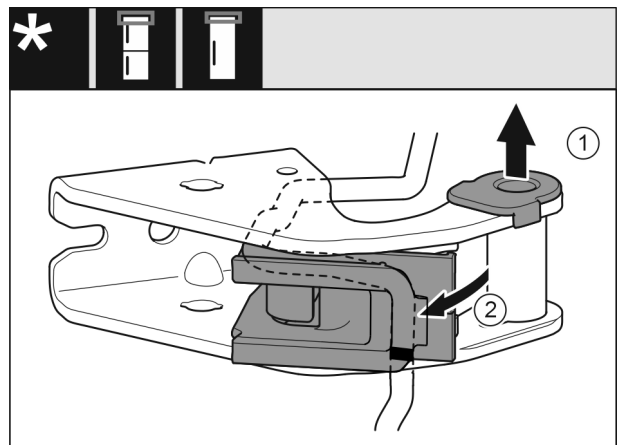

Fig. 26
- Nxirrni jashtë nga foleja udhëzuese manikotat e kapjes. Fig. 26 (1)
- Nxirrni kabllon nga mbajtësja e kablllos. Fig. 26 (2)